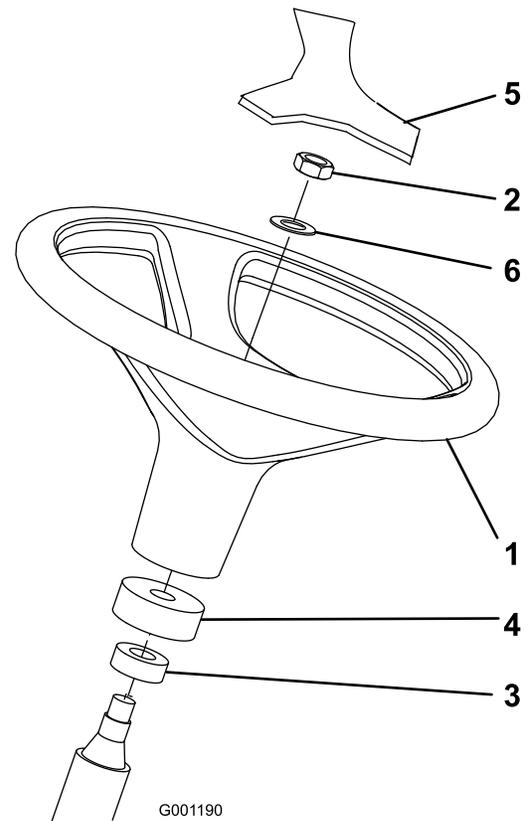

Figura 3
1. Rimuovete il volante dal supporto per il trasporto (Figura 3).
Nota: Verificate che il piantone sia provvisto di collare in schiuma sintetica e coperchietto antipolvere (Figura 3).
3. Collocate il volante e rondella sul piantone (Figura 3).
- Montate il coperchietto sul volante (Figura 3).